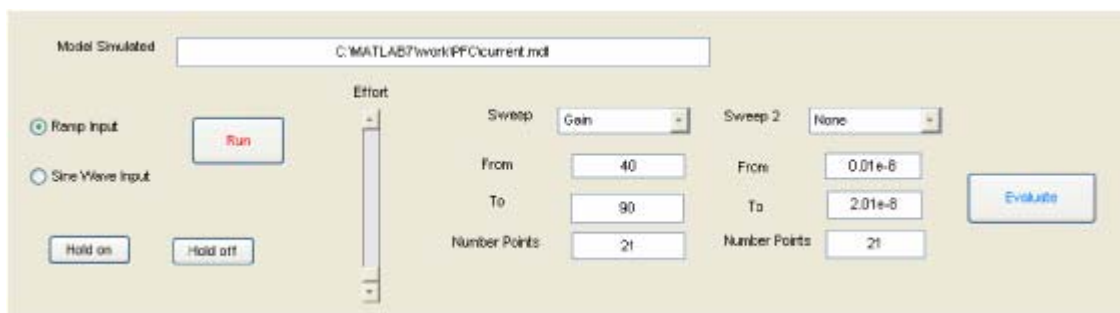

Fig. A1.5.: Zona de Simulación tras elegir File->New->Model
- Aparece en el cuadro de texto Model Simulated de la Zona de Simulación la ruta completa del modelo, como puede apreciarse en la figura A1.5.